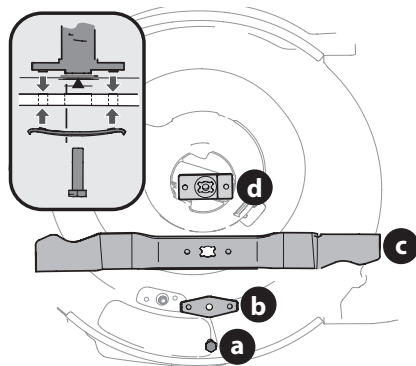

Figure 41
4. Retirez le boulon (a) et le support de la lame (b) qui fixent la lame et l'adaptateur au vilebrequin du moteur (Figure 41).
5. Retirez la lame (c) et l'adaptateur (d) du vilebrequin (Figure 41).
7. Lubrifiez le vilebrequin du moteur et la surface interne de l'adaptateur de la lame avec une huile légère. Voir l'encadré de la Figure 41.